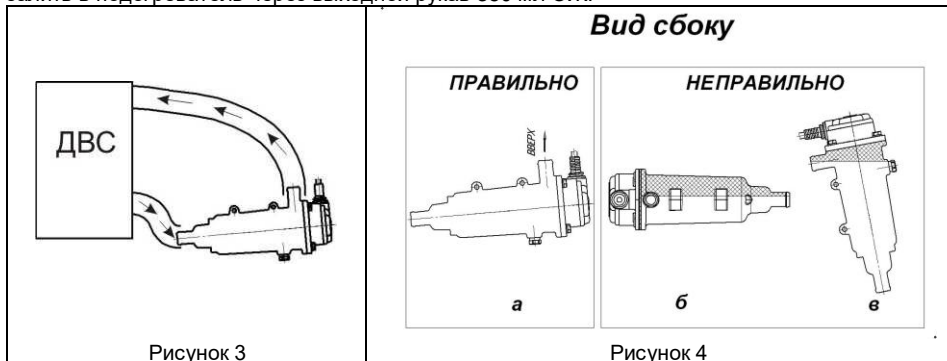

Рисунок 5
6.5 Соединительные шланги следует проложить с равномерным подъемом от подогревателя к двигателю так, чтобы избежать их перегибов и образования паровоздушных пробок (см.рис.5), а также контакта шлангов с подвижными или нагревающимися частями автомобиля.